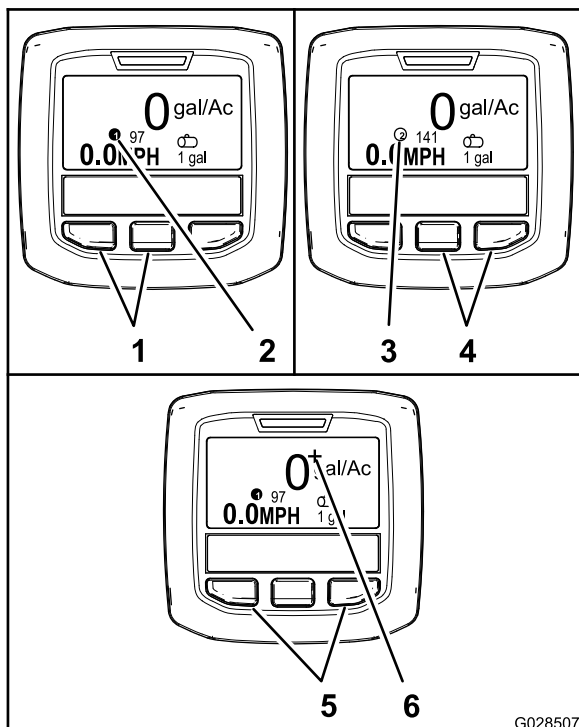

Figura 65
- Para selecionar a taxa de aplicação 1, pressione os dois botões esquerdos no InfoCenter (Figura 65).
- Para selecionar a taxa de aplicação 2 (taxa de aplicação), pressione os dois botões direitos (Figura 65).
- Para aplicar um aumento temporário da taxa de aplicação, mantenha premidos os dois botões exteriores (Figura 65).